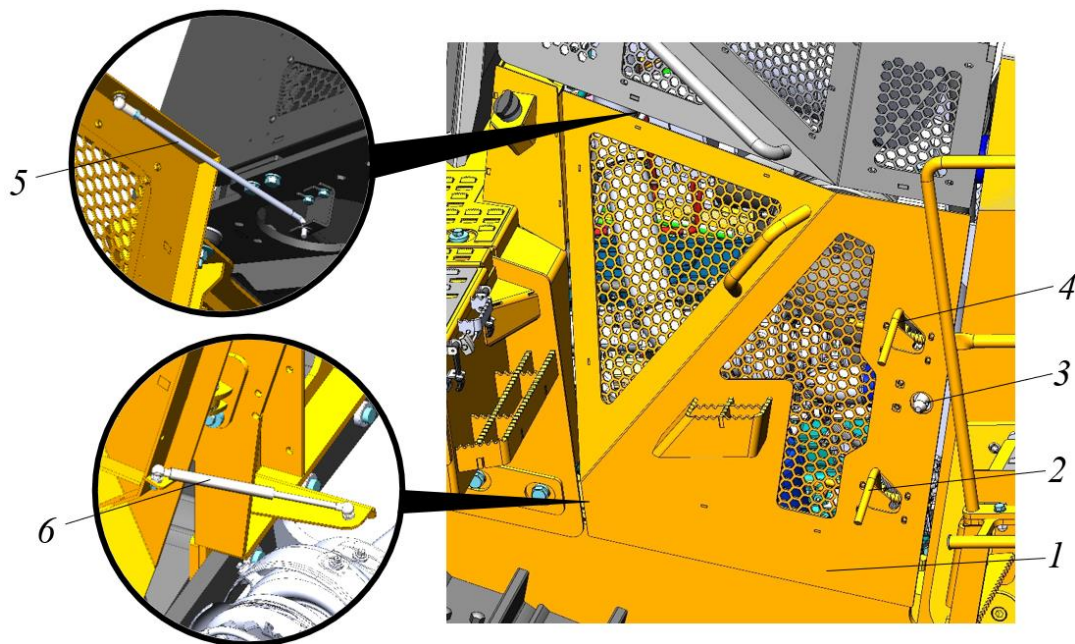

Рисунок 5.5. Створка капота
- ▶ Открыть створку моторного отсека поз. 1, рис. 5.5.